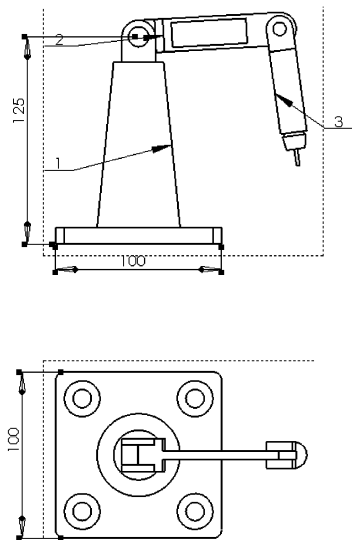
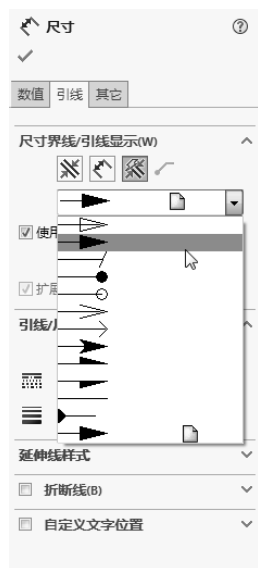
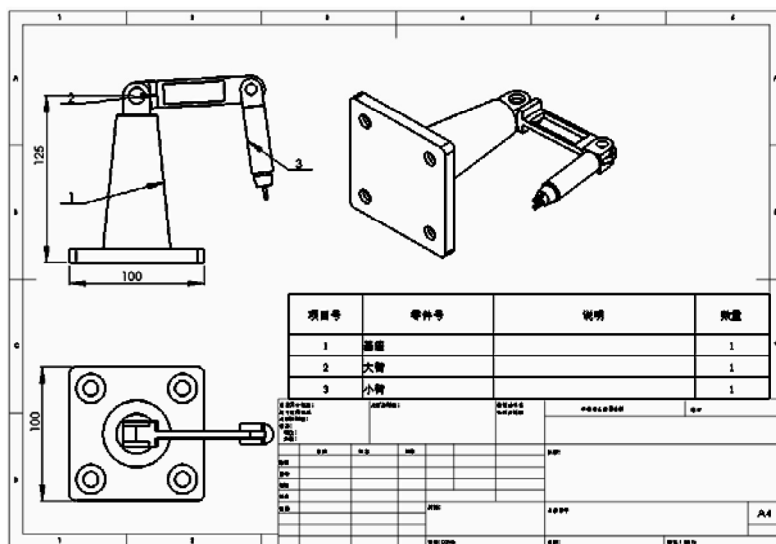

图 12-84 选择尺寸线
图 12-85 “尺寸界线/引线显示”选项组
图 12-86 更改尺寸属性
10) 更改尺寸属性 选择视图中的所有尺寸, 如图 12-84 所示, 在“尺寸”属性管理器中的“尺寸界线/引线显示”选项组中选择实心箭头, 如图 12-85 所示。单击 (确定) 按钮, 修改后的视图如图 12-86 所示。